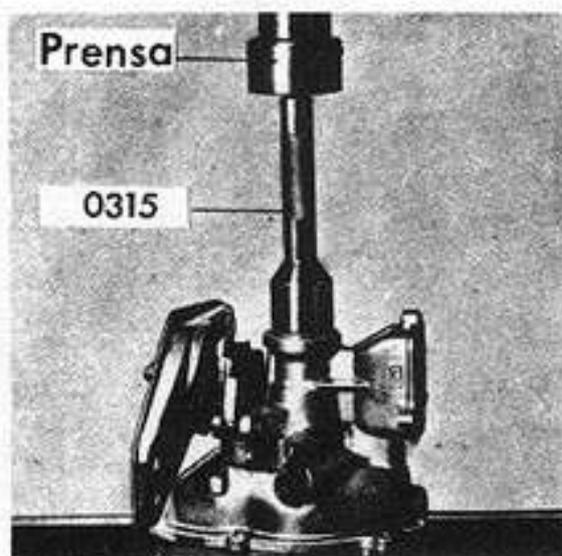

Fig. 31 - Instalación de un tope nuevo
25. En caso de haber sido desmontado el tope de la extensión colocar uno nuevo empleando la herramienta N° 0315 (Fig. 31).